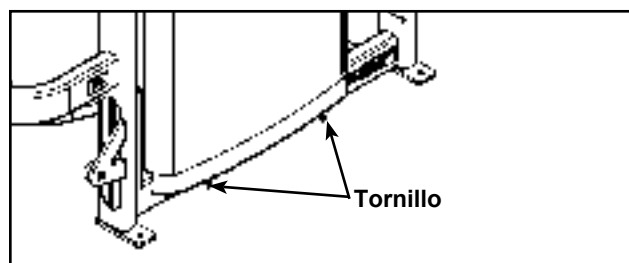

Figura 14
- A. Colocar cuidadosamente la cubierta nuevamente dentro de la posición en los dos tornillos inferiores. Ver Figura 14.